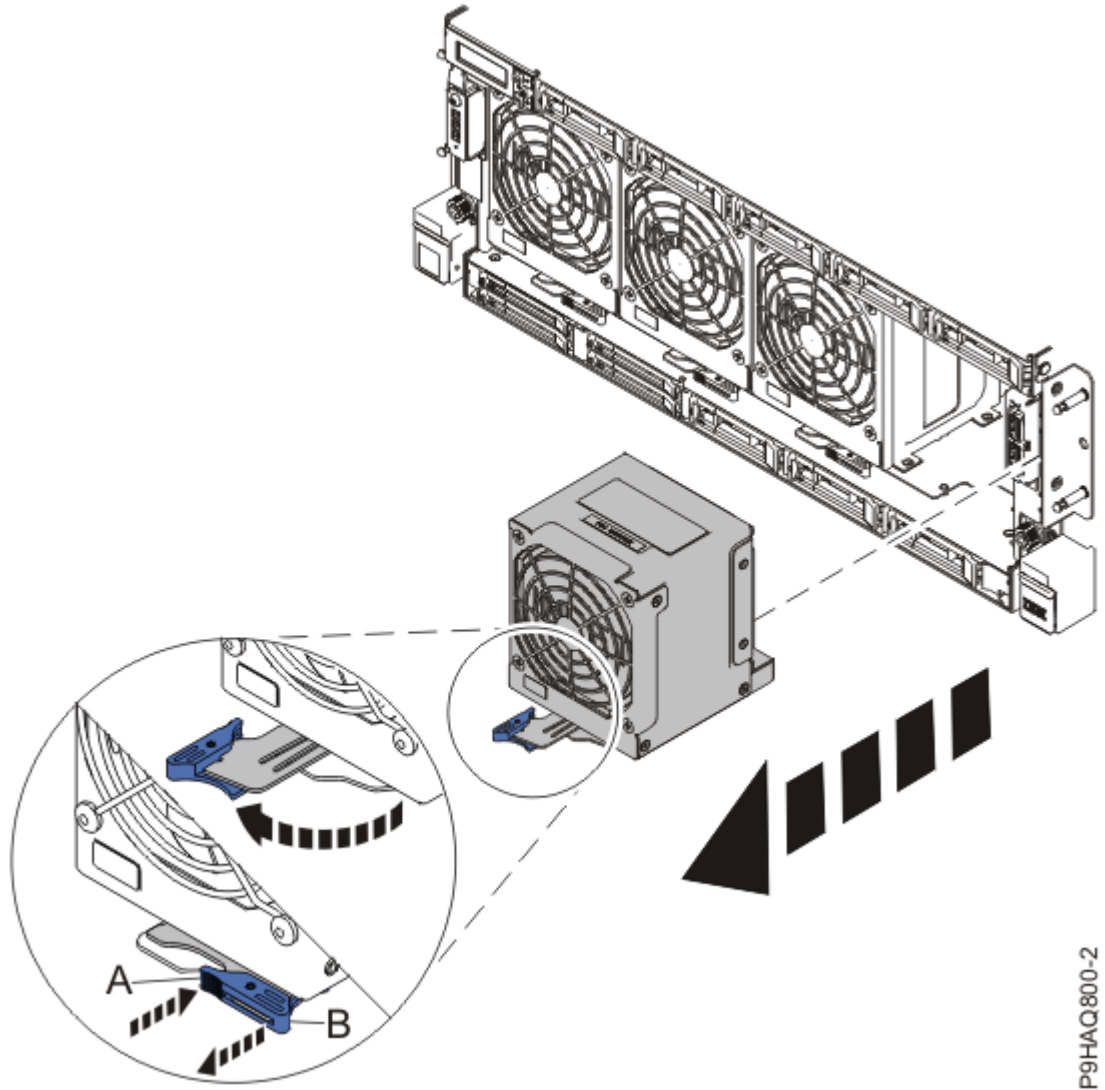

Рисунок 11. Удаление переднего вентилятора
1. Положите большой палец на защелку (A) и указательный палец на защелку (B), как показано на Рисунок 11 на стр. 13.